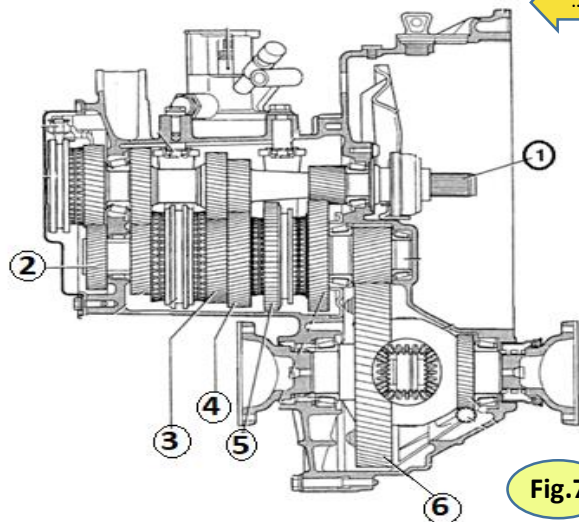

Fig.7
**Q35.** Donner le nom des éléments repérés dans la (Fig.7) :